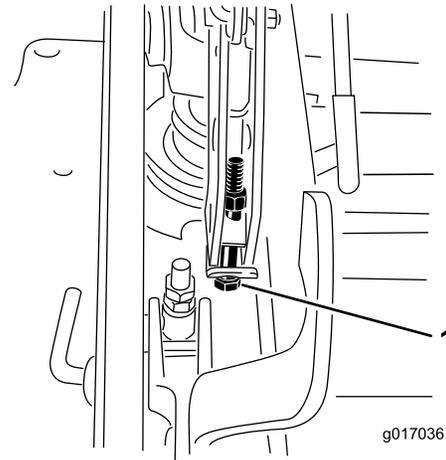

Figura 97
14. Si la carcasa está demasiado baja, apriete el perno del ajuste de un solo punto girándolo en el sentido de las agujas del reloj. Si la carcasa está demasiado alta, afloje el perno del ajuste de un solo punto girándolo en el sentido contrario a las agujas del reloj (Figura 97).